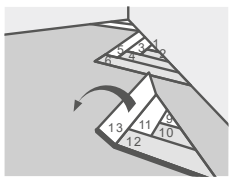

Рисунок 16
- 11.23 Соединить полученные пронумерованные планки в треугольники, соблюдая очерёдность укладки (см. Рисунок 16).